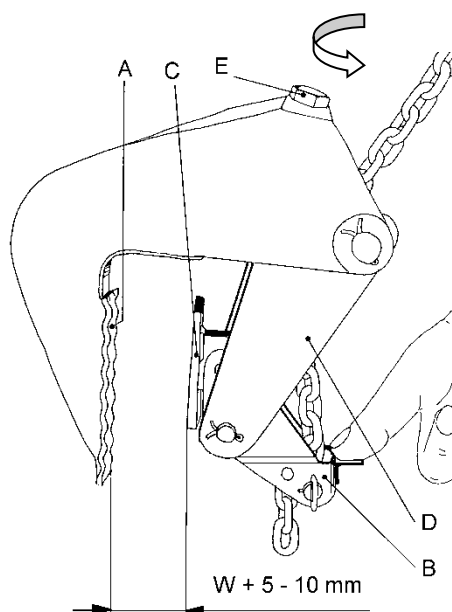
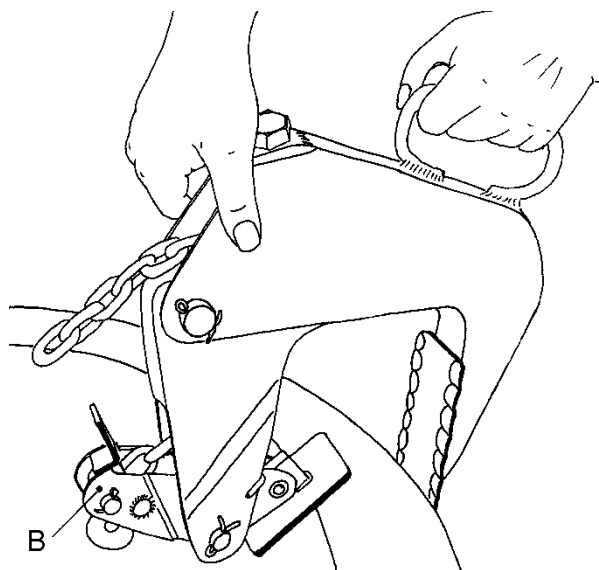

Fig. 3
Fig. 4
clemei prin rotirea șurubului de reglare (E) (fig. 3). Nu depășiți lărgimea maximă a deschiderii (vezi plăcuța de tip), deoarece piulița șurubului de reglare nu este asigurată; Pericol de prăbușire! Introduceți clemele pe peretele țevii astfel încât pârghia unghiulară (B) să se găsească pe partea interioară (fig. 4). Apăsați în jos pârghia unghiulară (B) contra forței elastice până la opritor. Rotiți șurubul de reglare (E) înăuntru până când **lărgimea deschiderii este mai mare cu 5-10 mm decât grosimea peretelui**. La toate clemele lărgimea deschiderii trebuie să fie reglată identic.